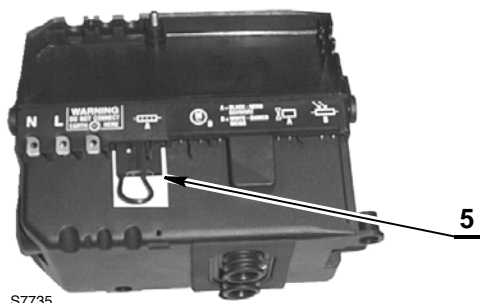

Fig. 15
Pour extraire le coffret de sécurité (Fig. 15) du brûleur, suivre les instructions suivantes:
- Si le réchauffeur est endommagé, introduire le pont 7)(Fig. 15) dans le coffret de sécurité pour que le brûleur fonctionne sans réchauffeur jusqu'à ce que le réchauffeur se rétablisse.
En pièce de rechange le coffret est livré avec le pont 7)(Fig. 15) en place. Si vous remplacez un coffret et si le réchauffeur est en état de marche, vous devez retirer le pont 7) avant mise en place du coffret. Il faut également connecter les câbles des résistances et du thermostat.